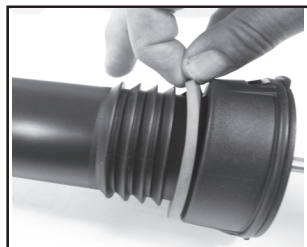

Figura 1
1. Inspeccione el empaque. Si está desgastado o dañado, quítelo y reemplácelo (**Vea la figura 1**).